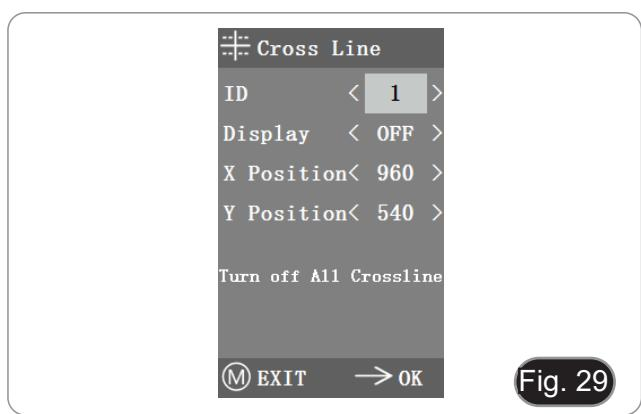

Fig. 29
- Entrez dans le menu Ligne Transversale. (Fig. 29)